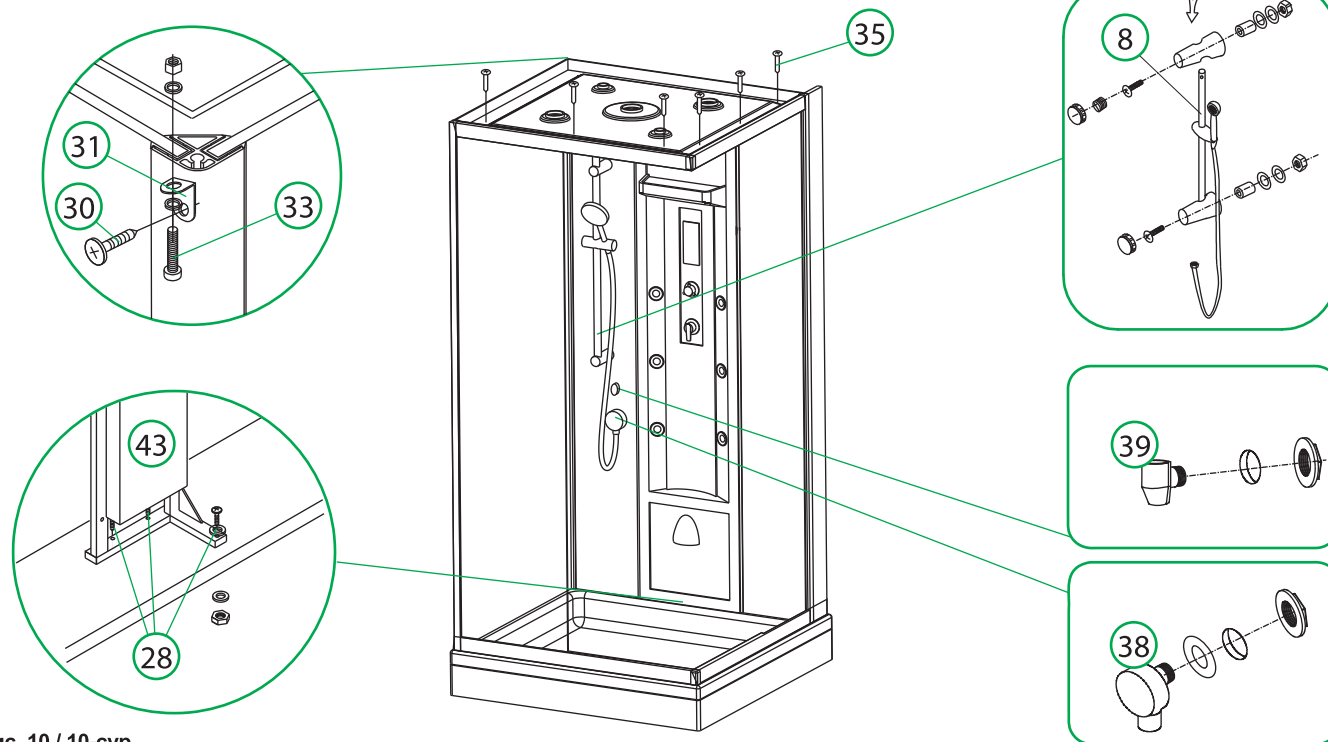

Рис. 10 / 10-сур.
5. Установите крышку кабины (рис. 10).
6. Установите заливную горловину системы самоочистки, душевой гарнитур и парогенератор (рис. 10).
7. Подключите душевой гарнитур, парогенератор, смеситель и верхнюю душевую лейку (при необходимости используйте соединительный уголок (29)) к водоснабжению.